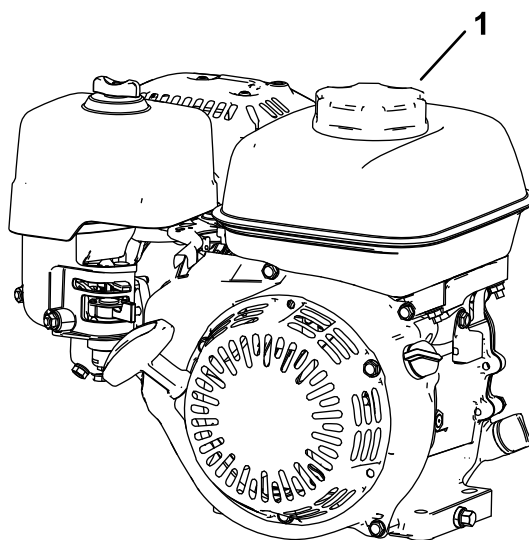

Figura 17
1. Limpe ao redor da tampa do tanque de combustível e remova-a do tanque (Figura 17). Abasteça o tanque de combustível até a parte inferior da abertura do tanque; consulte o *Manual do Operador* do motor.